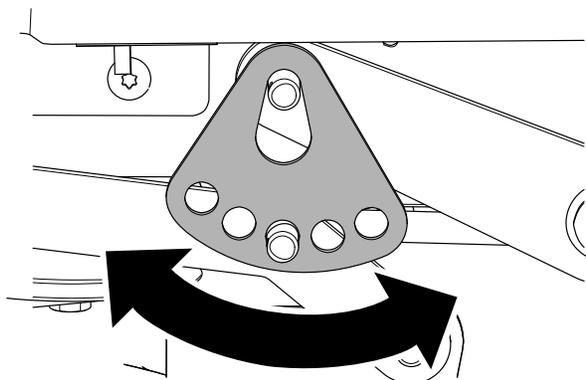

図 71
7. 刈高プレートを取り付けた時にプレートがデッキの重量を支えるように、プレート別の穴にセットする 図 71。
8. ワッシャとヘアピンコッターを取り付ける 図 71。